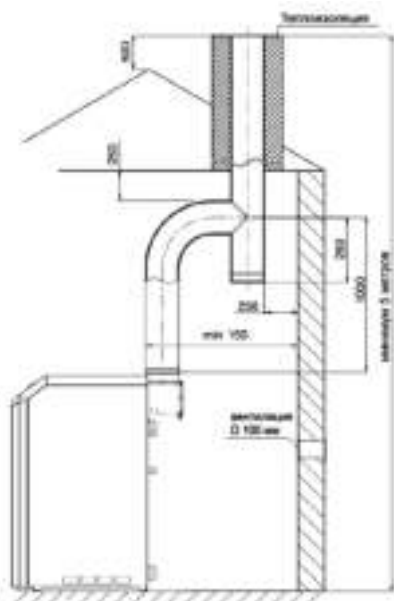

Рис. 4.
- 6.10. Устройство дымохода, к которому подключается котел, должно соответствовать СП42-101-2003 «Общие положения по проектированию и строительству газоснабжаемых систем» (см. рис. 4).